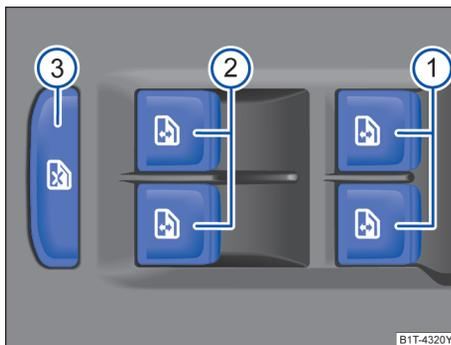

图 70 在驾驶员侧车门内：前部和后部车窗升降器的按钮
→ 图 70 的图例：
：安全按钮 → 图 70③ 停用后门车窗控制按钮。这时按钮中的黄色指示灯亮起。